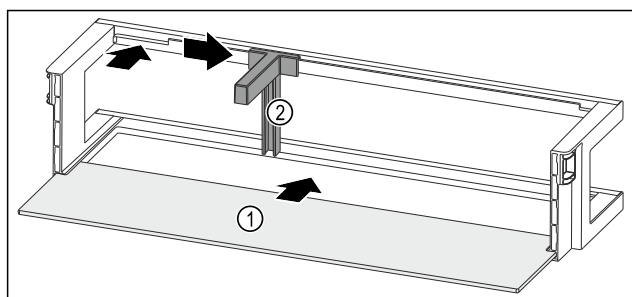

Fig. 94 Deurrek met draagplateau
- Draagplateau Fig. 94 (1) in de zijdelingse inkepingen schuiven.
- Flessenhouder Fig. 94 (2) in de uitsparing plaatsen.
- Flessenhouder Fig. 94 (2) in de gewenste positie opzij schuiven.